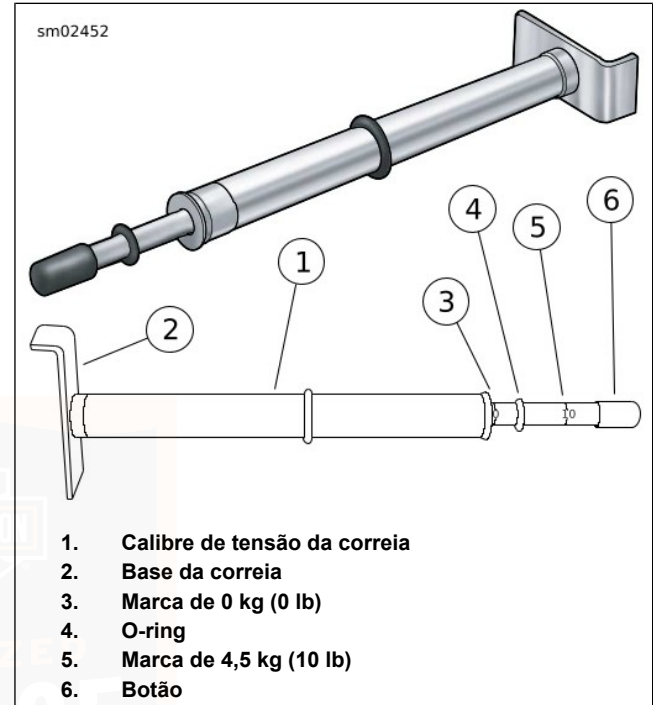

Figura 64. Calibre de tensão da correia
2. Ver Figura 64. Obter CALIBRE DE TENSÃO DA CORREIA (N.º DE REF.^a: HD-35381-A).